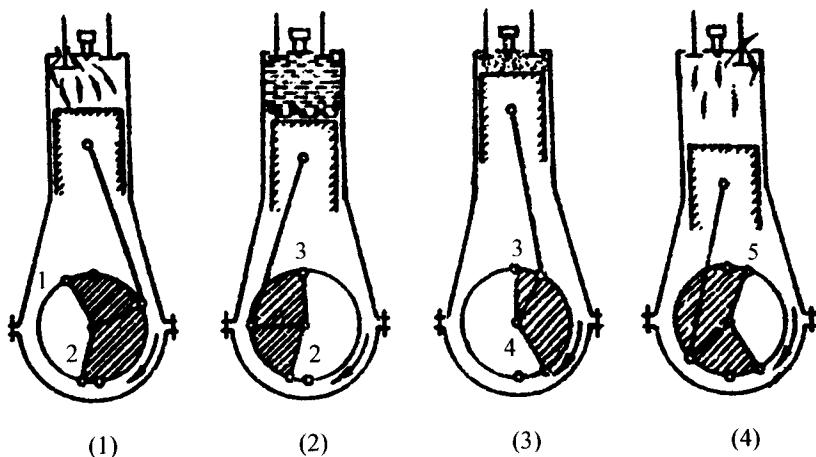

图 1-2 四冲程柴油机工作过程
四冲程柴油机的工作过程如图 1-2 所示。
排气门关闭。随着活塞的下行，气缸内容积增大，气压降低，在气缸内、外压力差的作用下，外界的新鲜空气通过进气门进入气缸。曲轴转半圈，当活塞越过下死点的位置时，进气门关闭。为使进入气缸内的新鲜空气足够多，进气门并不是正好在上死点时打开，在下死点时关闭，而是在1点开始打开，在2点关闭。如图1-2(1)所示。
2. 压缩冲程：活塞在曲轴和连杆的带动下离开下死点上行，此时，进、排气门都处于关闭状态，随着活塞上行，气缸内的容积减小，气体受到压缩。当活塞接近上死点时，便将气缸内的空气压缩到燃烧室内，在压缩过程中，由于压力迅速增大，气缸内气体的温度也迅速上升，压力可增到3~4兆帕(MPa)，此时的温度可达500~700℃，超过了柴油的自燃温度。这时喷油器向燃烧室喷入雾化的柴油，并与高温、高压气体混合燃烧。曲轴又转动半圈。如图1-2(2)所示。
3. 作功冲程：也叫爆发冲程。由于柴油大量燃烧，使气缸内的温度和压力急剧上升，当活塞越过上死点后，燃烧气体的温度和压力达到最大值，作用在活塞的顶面上，推动活塞迅速下行，并通过连杆带动曲轴转动，向外输出机械功，同时飞轮也储备一定的动能，带动曲轴连续转动。随着活塞下行，气缸内的容积增大，温度和压力也迅速下降，当活塞接近下死点时，排气门打开，作功结束，曲轴转动半圈。如图1-2(3)所示。
4. 排气冲程：作功终了的气体失去了作功能力，变成了废气。为使新鲜空气重新进入气缸就必须排除废气，当活塞行至下死点时排气机构把排气门打开，废气便在气缸内、外压力差的作用下排出气缸；活塞上行后，气缸内的容积逐渐减小，余下的废气继续被排出气缸，当活塞到达上死点时，排气门关闭，排气结束，曲轴又转动半圈。如图1-2(4)所示，为使废气尽可能排除干净，排气门是在活塞到达上死点后延迟关闭。